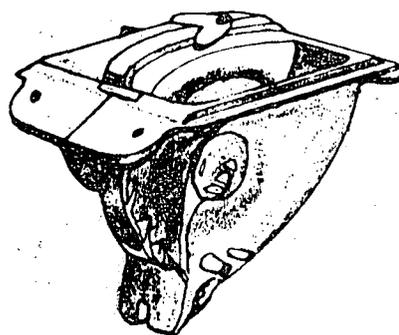

Fig. 1
*Mecanismo alimentador com saída dupla.* Adapta-se bem à semeadura de sementes grandes, como feijão ou milho, e pequenas (alfafa, trevos). O fundo do depósito é provido de saída, uma para cada fação. As saídas são separadas em duas partes, formando dois condutos para a semente (fig. 1).